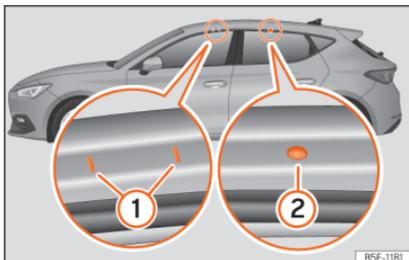

Fig. 145 Pontos de fixação das barras longitudinais para a bagageira do tejadilho (Leon).
Os pontos de fixação dianteiros e traseiros ① e ② só se podem ver com as portas abertas »» Fig. 145.